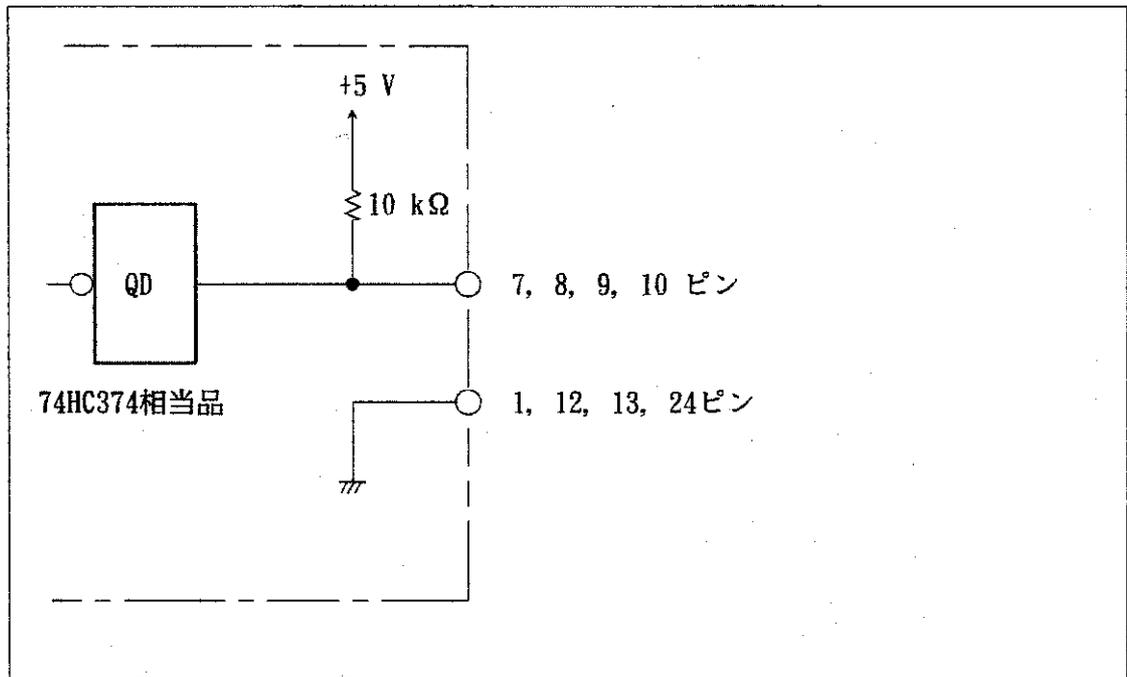

図6-4 **RCA*, **RCB*, **RCC*, **RCD*, **STROBE*信号の入力回路
**RCA*, **RCB*, **RCC*, **RCD*, **STROBE* 信号の入力回路を図6-4に示します。